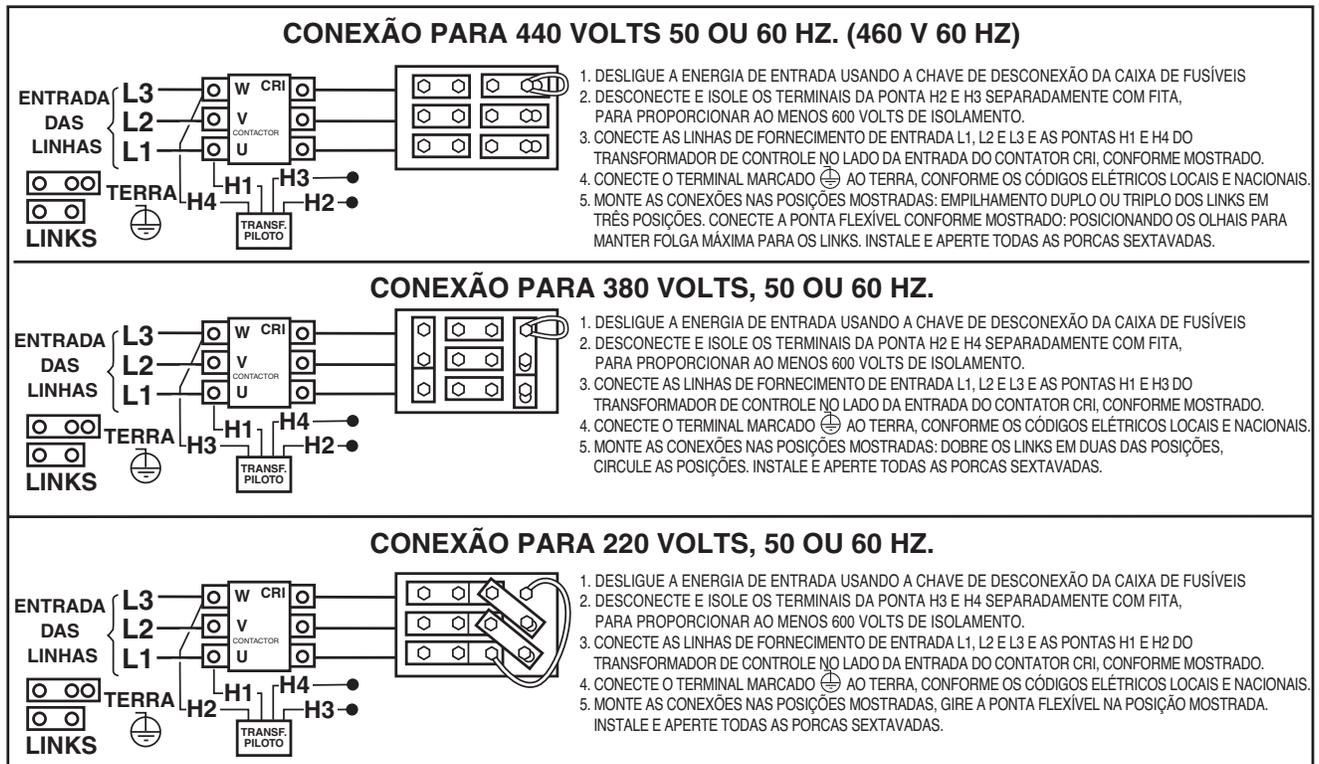

FIGURA A.5-Posições da placa do painel de reconexão para máquinas de 220/380/440 VCA
2. Para 220/380/460, ver Figura A.5. (M15010)